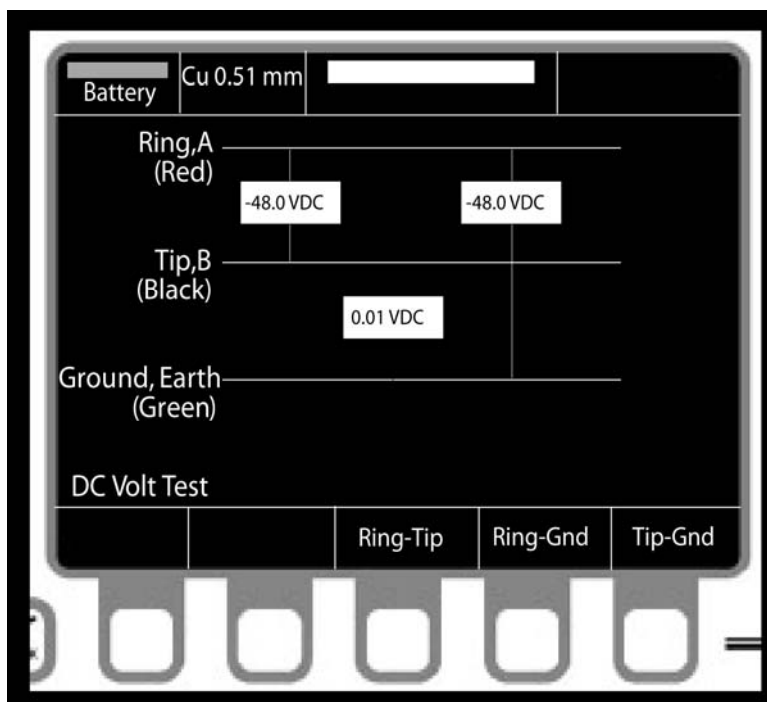

Рисунок 7 - Экран измерения напряжения постоянного тока.
3.1 Измерение напряжения постоянного или переменного тока (рисунок 7)